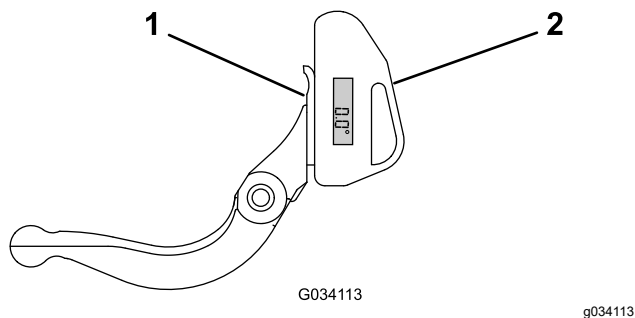

Figura 27
1. Posizionate l'indicatore dell'angolo sulla parte inferiore della controlama come illustrato in Figura 27.